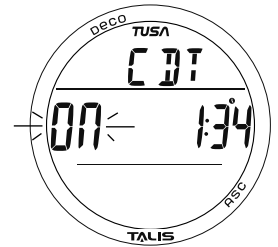

Abb. 9A - UHR-CDT-STATUS
**CDT-Status**, Informationen beinhalten (Abb. 9A):